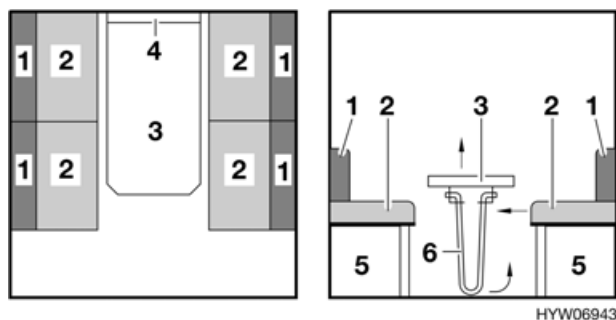

Fig. 49 Prima della trasformazione
- Sollevare leggermente il piano del tavolo in avanti (Fig. 49,3).
- Comprimere il piede del tavolo (Fig. 49,6) in alto e ribaltarlo sul lato inferiore del tavolo.
- Alzare il piano del tavolo di circa 45° e sollevarlo dalla guida di supporto (Fig. 49,4) e riporre il piano del tavolo da parte. Il tavolo non è necessario per la trasformazione dei letti.